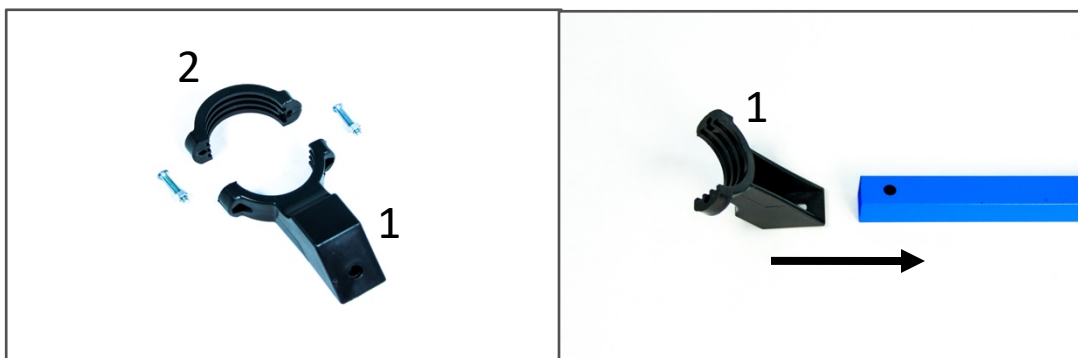
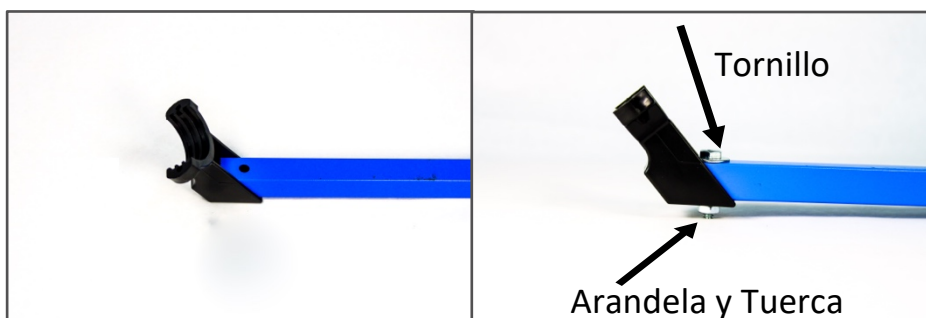

Imagen 11. Base del LNB.
Imagen 12. Instalación Base del LNB.
La imagen 11 muestra la base del LNB (izquierda), la pieza que tiene el número 1 se debe acoplar en el extremo del brazo del LNB (derecha de la Imagen 11). Luego de juntar estas dos (2) piezas se usa el tornillo de cabeza hexagonal 1/4*32, la arandela y la tuerca para apretar ambas partes, ver Imagen 12.